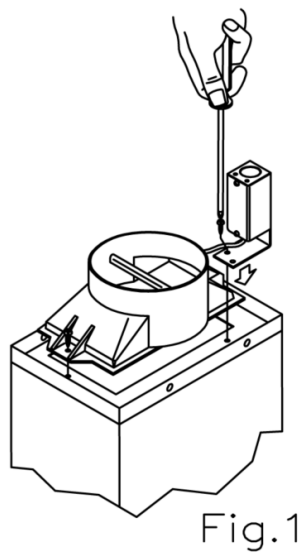

Fig.1
- Conectar la pieza cónica de salida, suministrada con la campana (diámetro 6") a un producto de evacuación conectado directamente con el exterior. (Fig.1)
- Atornillar la caja de conexiones según Fig. 1 con los dos tornillos de 1/8" x 11/16" que se suministran en la bolsa de accesorios.
- Extienda tres cables, dos de alimentación y uno de tierra, desde la caja de empalmes de la campana hasta una caja de empalmes próxima al lugar de instalación. Ver Fig. 1 Ref A